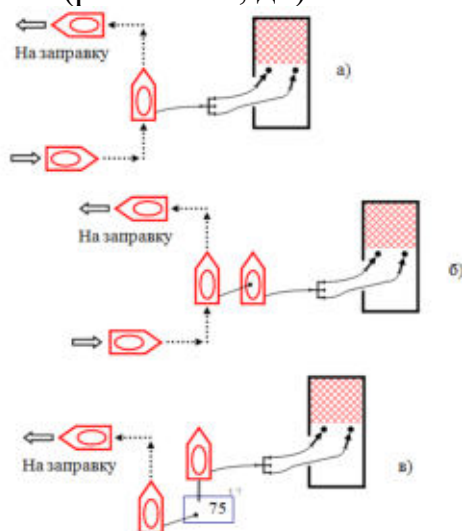

Рис. 8.2. Схемы расхода воды из автоцистерн на месте тушения пожара (ликвидации ЧС)
- создать у места пожара пункт расхода воды (рис. 8.2)
- при недостаточном количестве АЦ на пожаре (рис. 8.2 «а»);
- при достаточном количестве АЦ на пожаре (рис. 8.2 «б»);
- с использованием промежуточной емкости (рис. 8.2 «в»).